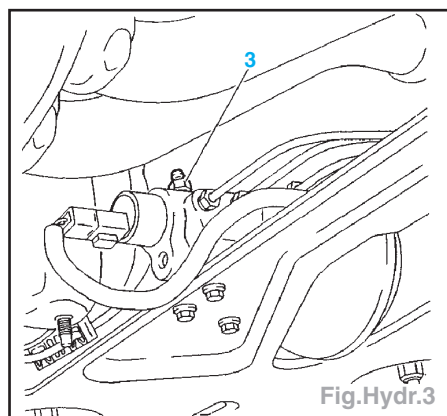

Fig.Hydr.3
- Suspension AV : dévisser la vis de détente (3) d'un tour et attendre la chute complète de la pression dans le circuit hydraulique (Fig.Hydr.3).